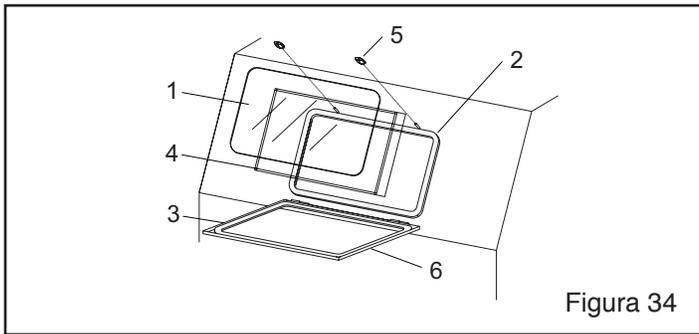

Figura 34
**9.5 Ensamble de Ventana de Observación, Figura 34**